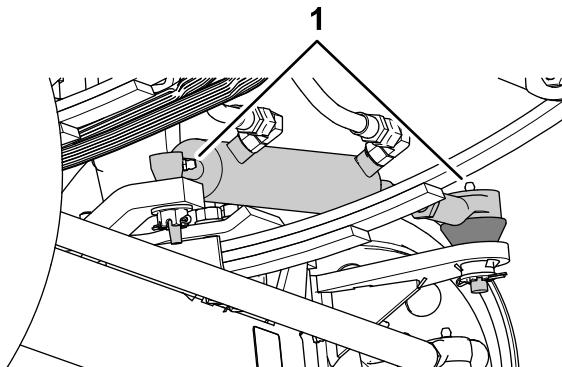
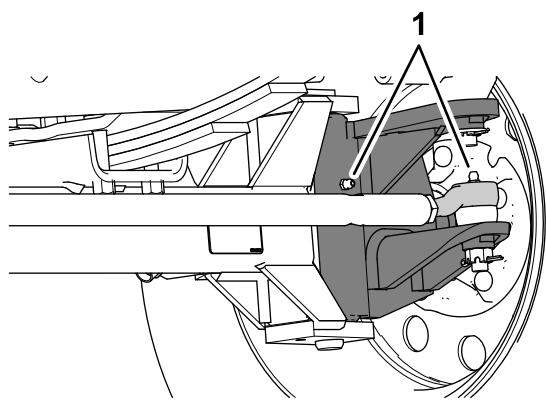

Figura 63
Figura 64
1. Limpie los engrasadores (Figura 63 y Figura 64).
2. Bombee grasa en los engrasadores (Figura 63 y Figura 64).
Nota: La ubicación de los engrasadores se indica en Figura 63.